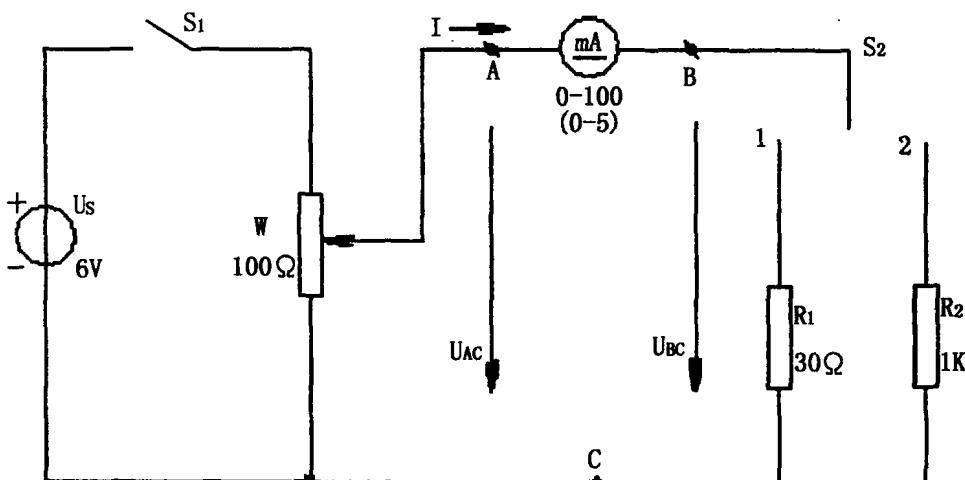

图 1-3
1. 断开 S1，调整电源电压  $U_S = 6V$ ，按图 1-3 联接好电路。联接电路时：